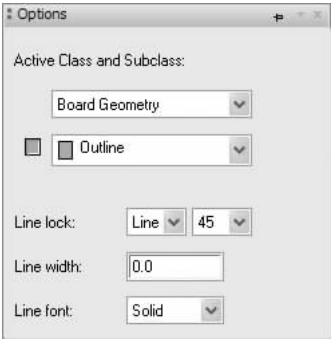

图 10-45 “Options（选项）” 面板
1) 执行该命令后，打开右侧图 10-45 所示的 “Option（选项）” 面板，进行参数的设置，在下拉列表中分别选择 “Board Geometry” 和 “Outline”，同时在下方的文本框中设置 “Line lock（隐藏线）”、“Line width（线宽）” 和 “Line font（线型）”。